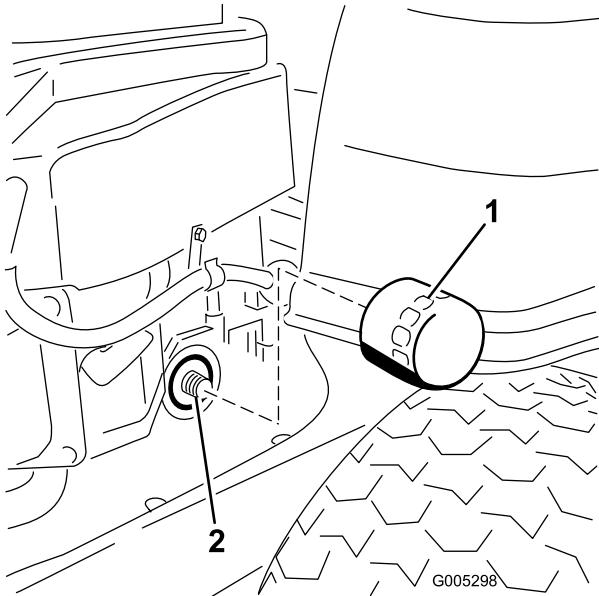

Figura 28
10. Localice el filtro de aceite, en el lado derecho del motor. Retire el filtro usado y limpie el adaptador del filtro con un paño (Figura 28).
12. Instale el filtro de aceite nuevo en el adaptador. Gire el filtro de aceite en el sentido de las agujas del reloj hasta que la junta de goma entre en contacto con el adaptador, luego apriete el filtro de $3/4$ a una vuelta más (Figura 28). Limpie cualquier exceso de aceite del bastidor.